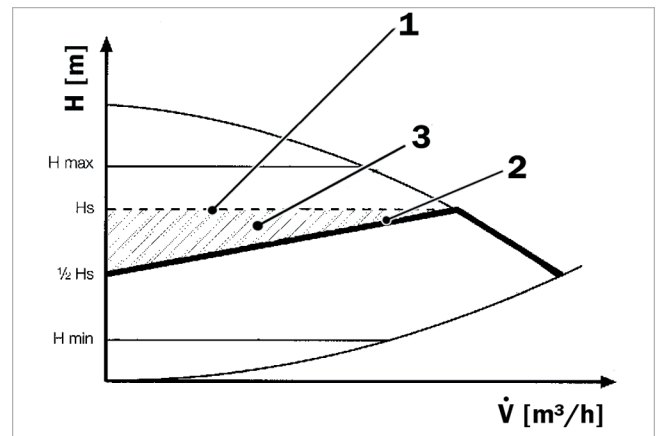

Abb. 4: Regelcharakteristik Wilo Stratos PICO
• Differenzdruck variabel (Δp -variabel) (2)
Die Elektronik verändert den von der Pumpe einzuhaltenden Differenzdruck über den zulässigen Förderstrombereich linear zwischen $\frac{1}{2} H_s$ und H_s (vgl. → Abb. 4 (2)). Der Differenzdruck-Sollwert H_s ändert sich mit dem Förderstrom, d. h., bei abnehmender Fördermenge wird auch der Differenzdruck (Förderhöhe) reduziert. Diese Regelungsart bietet sich besonders bei Heizungsanlagen mit Heizkörpern an, da die Fließgeräusche an den Thermostatventilen reduziert werden.